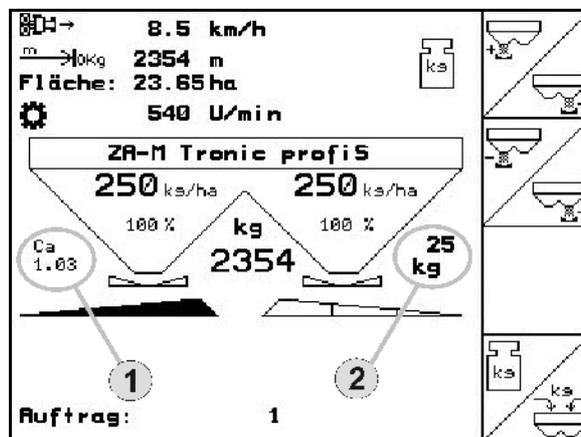

Рис. 37
- Текущий коэффициент калибровки (Рис. 37/1).
- Внесенная норма с момента последней онлайн-калибровки (Рис. 37/2).
→ Индикатор (Рис. 37/1,2) погаснет.
→ Распределение будет продолжаться с отображаемым коэффициентом калибровки (Рис. 37/1).